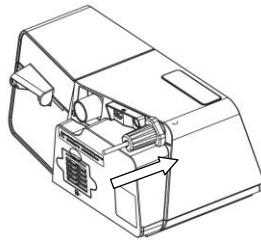

Fig. 12-6
- (3) Introduceți dispozitivul de blocare a cablului de alimentare în cuplajul intrării CC, așa cum se arată în Fig. 12-6.